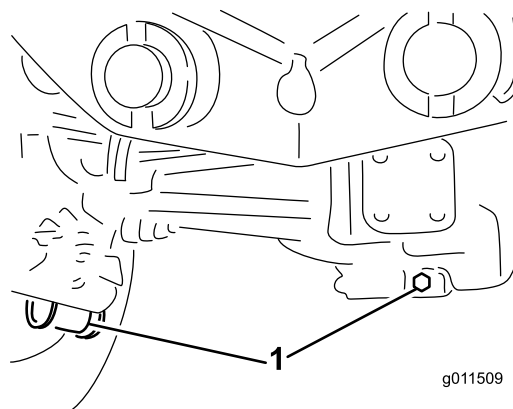

Рисунок 90
2. Очистите область вокруг трех сливных пробок, по одной на каждом конце и одной в центре (Рисунок 90).